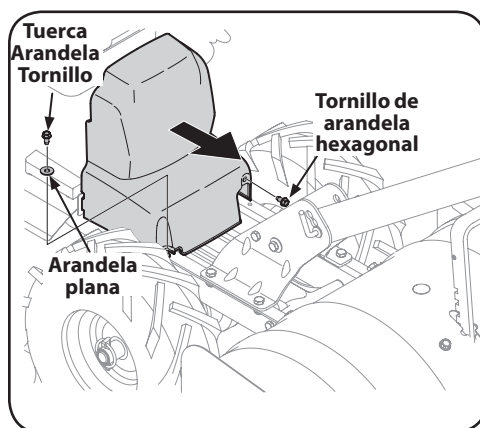

Figure 5-1
2. Retire la cubierta de la correa como se observa en la Figure 5-1, extrayendo primero los dos tornillos de arandela hexagonal de 1/4-20 y una arandela plana. Levante la cubierta de la correa, aléjela de la cultivadora y colóquela en un lugar seguro hasta que vuelva a instalarla.